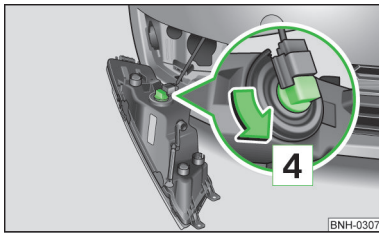

Fig. 154
- Detașați conectorul » fig. 154.
- Rotiți soclul lămpii în direcția săgeții **4** » fig. 154 și scoateți-l.